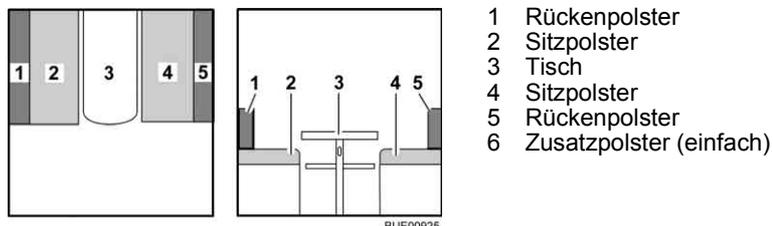

Bild 92 Vor dem Umbau
- Tisch (Bild 92,3) zum Bettunterbau umbauen (siehe Abschnitt 6.12).